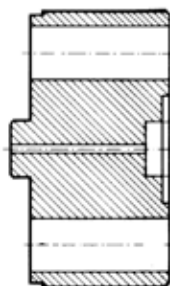

Рис. 4:
- Ⓐ Втулка диафрагмы или автоматический отсекающий запорный клапан (см. Рис. 4 и 5)
- Ⓐ Втулка диафрагмы или автоматический отсекающий запорный клапан (См. Рис. 4 и 5)